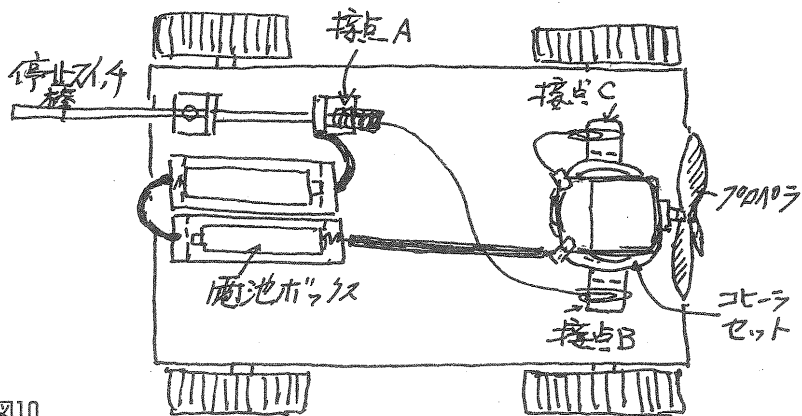

図10
- ① モーターカー本体に、コヒーラセット、電池ボックス、停止スイッチをそれぞれ両面テープ、セロハンテープ等で止める。(図10)
- ② 電気配線をする。